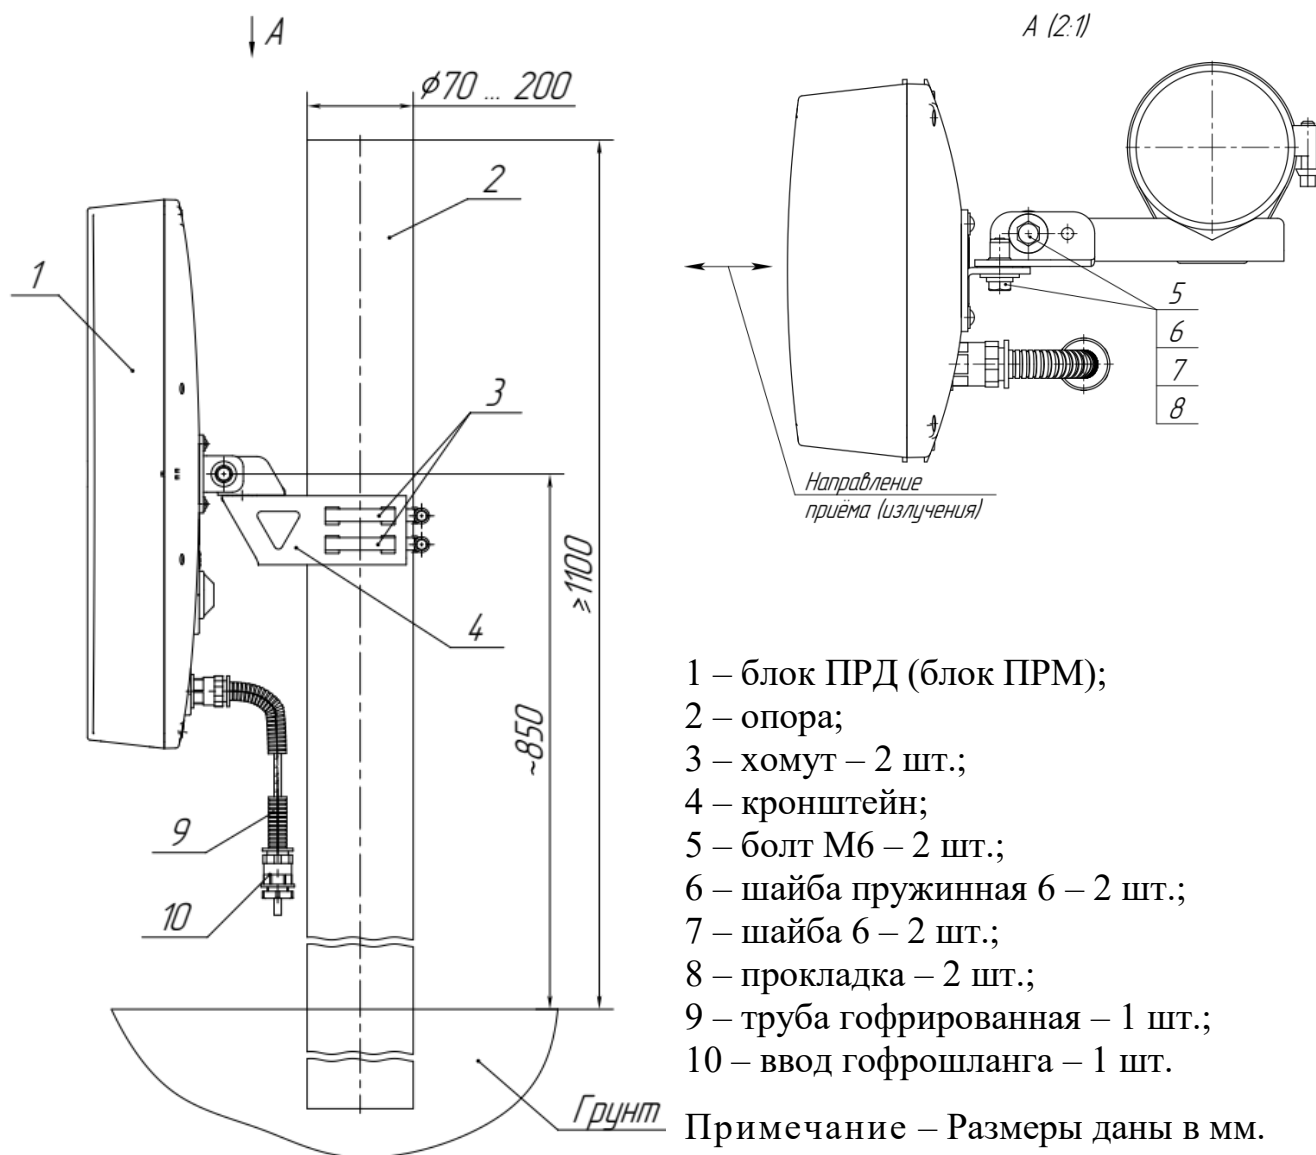

Рисунок 2.5 – Установка блока ПРД (блока ПРМ) извещателей «ФОРТЕЗА-М300-Ethernet», «ФОРТЕЗА-М500-Ethernet» на опоре
2.3.4.3 Установка блока ПРД (блока ПРМ) на кронштейне поз.4 (рисунок 2.5), состоящего из швеллера 2 и уголка 3, показана на рисунке 2.6.
ослабить болты поз.5 (рисунок 2.5) блока ПРД и блока ПРМ извещателей «ФОРТЕЗА-М300-Ethernet», «ФОРТЕЗА-М500-Ethernet»;
затянуть хомуты поз.3 и болт поз.6 извещателей «ФОРТЕЗА-М300-Ethernet», «ФОРТЕЗА-М500-Ethernet» (см. рисунок 2.5).